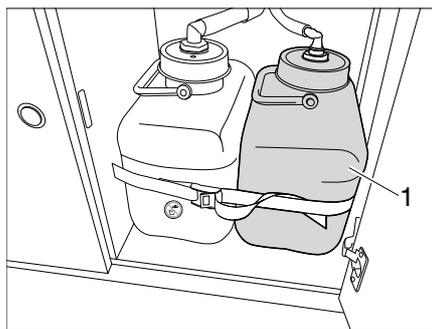
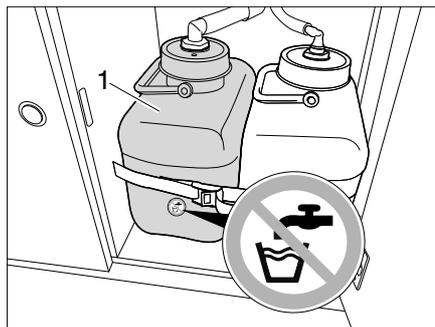

Bild 91 Wasserkanister
Bild 92 Abwasserkanister
**Füllmenge** Der Wasserkanister (Bild 91,1) fasst ca. 10 l.
Der Abwasserkanister (Bild 92,1) befindet sich im Küchenblock.
Wasser wird aus dem Wasserkanister (Bild 91,1) nach oben gepumpt. Der Abwasserkanister (Bild 92,1) fängt das verschmutzte Wasser auf.